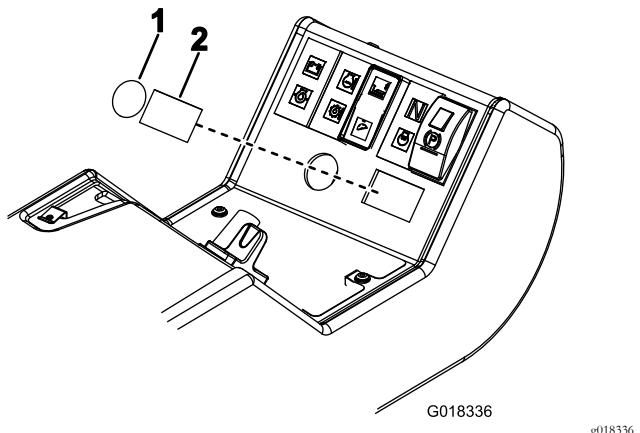

Figura 19
- Sul quadro di comando, rimuovete il tappo rotondo (pulsante dell'avvisatore acustico) e il tappo rettangolare (interruttore degli indicatori) illustrati nella Figura 19.